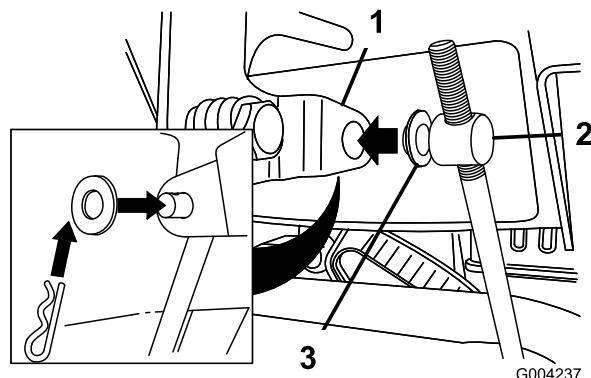

Figura 6
- Togliete la coppiglia a forcina e la rondella esterna dal barilotto sul lato superiore dell'asta di comando della velocità (Figura 6).
Nota: Per agevolare l'installazione lasciate la rondella piana sul barilotto (Figura 6).
- Sollevate l'asta di comando della velocità ed inserite il barilotto nel foro della leva di selezione della velocità (Figura 6).